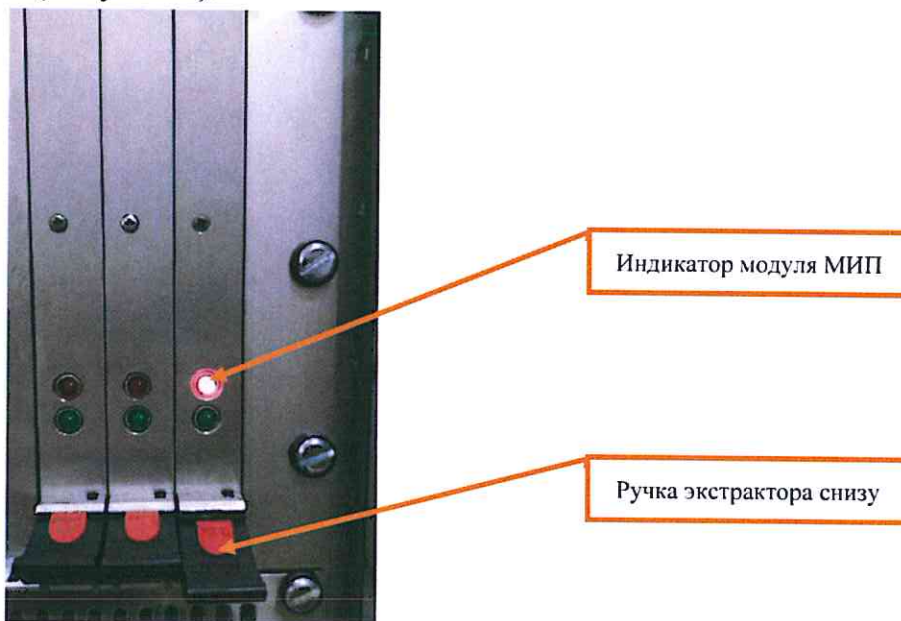

Рисунок 3. Ручка экстрактора модуля МИП.
7.1.4 Нажать на ручки экстрактора модуля МИП (Рисунки 2 и 3). Убедиться, что индикатор на лицевой панели модуля МИП светит красным цветом (Рисунок 3).